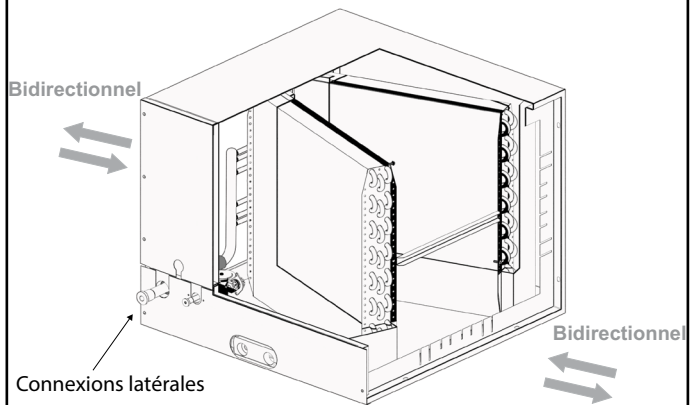

FIGURE 3.
- Les **serpentins plats** sont bidirectionnels et nécessitent une transition pour terminer l'installation (Figure 3).